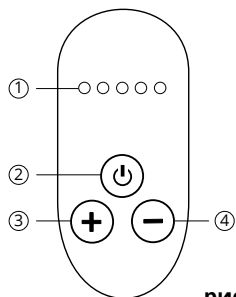

рис. 2
3.2. Основные элементы управления и индикации блока управления указаны на рис. 2
6.5. Нажмите кнопку включения молокоотсоса для начала сцеживания (2, рис.2).
6.6.2.2. В молокоотсосе предусмотрено 5 уровней интенсивности сцеживания. Каждое нажатие кнопок + (3, рис.2) или - (4, рис.2) будет увеличить или уменьшать интенсивность сцеживания на один уровень.
6.7. По окончании сцеживания выключите молокоотсос, нажав кнопку (2, рис.2).